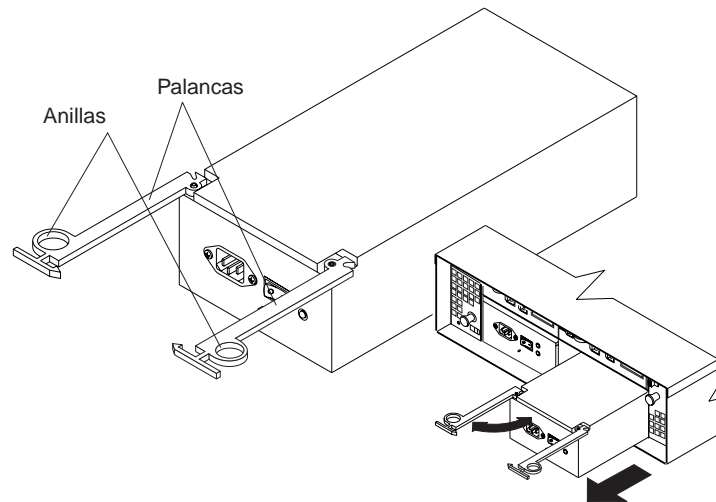

Figura 8. Extracción de una CRU de la fuente de alimentación
2. Tire de la palanca de apertura y extraiga la fuente de alimentación tal como se muestra en la Figura 8.